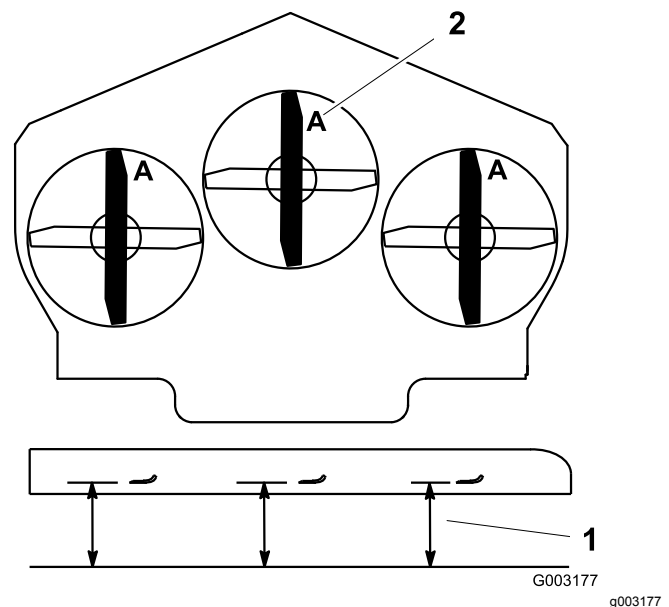

Figura 102
4. Meça desde uma superfície nivelada até à extremidade de corte, posição **A**, das lâminas (Figura 102).